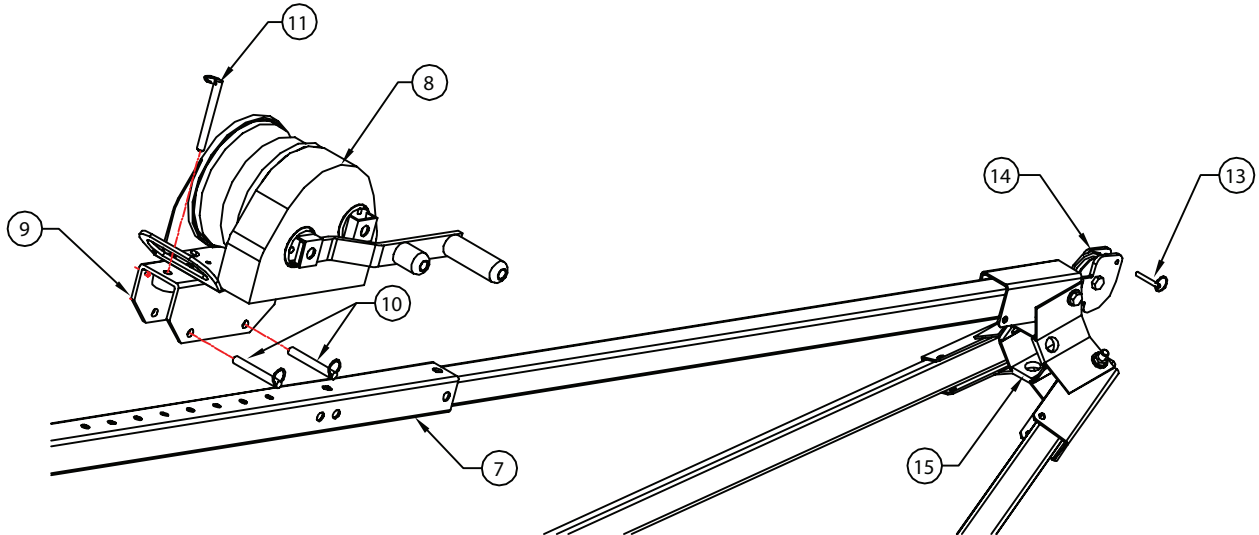

FIG. 4c
2. Retire los tres pasadores de retención del soporte del cabrestante [10 y 11] e instale el soporte del cabrestante [9] sobre la pata del trípode [7]. (vea la Fig. 4c)